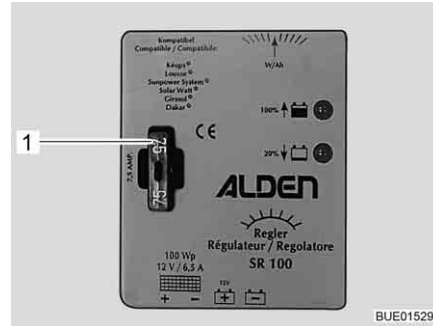

Fig. 149 Fusible del regulador de carga solar de 100 W
- Cambiar el fusible plano 5 A/marrón claro (Fig. 149,1).